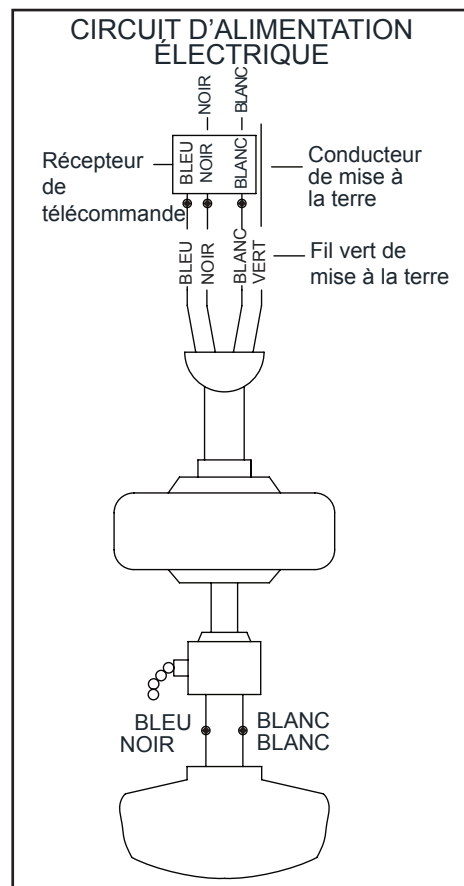

Figure 12
Suivez les étapes ci-dessous pour brancher le ventilateur au câblage de la maison. Utilisez les capuchons de connexion fournis avec le ventilateur et la télécommande. Assurez les connexions avec du ruban isolant. Assurez-vous qu'il n'y a aucun fil ou connexion desserré(e). (Figure 12)
1. Connectez le conducteur de mise à la terre du circuit d'alimentation électrique de 120 volts (ce conducteur est soit dénudé, soit entouré d'une gaine verte) au(x) fil(s) vert(s) de mise à la terre du ventilateur (Figure 12).
2. Connectez le fil blanc du moteur du ventilateur au fil blanc du récepteur au moyen d'un capuchon de connexion (Figure 12).
3. Connectez le fil noir du moteur du ventilateur au fil noir du récepteur au moyen d'un capuchon de connexion (Figure 12).
4. Connectez le fil bleu du moteur du ventilateur au fil bleu du récepteur au moyen d'un capuchon de connexion (Figure 12).
5. Connectez le fil noir du récepteur au fil d'alimentation noir (sous tension) au moyen d'un capuchon de connexion (Figure 12).
6. Connectez le fil blanc du récepteur au fil blanc d'alimentation (neutre) au moyen d'un capuchon de connexion (Figure 12).